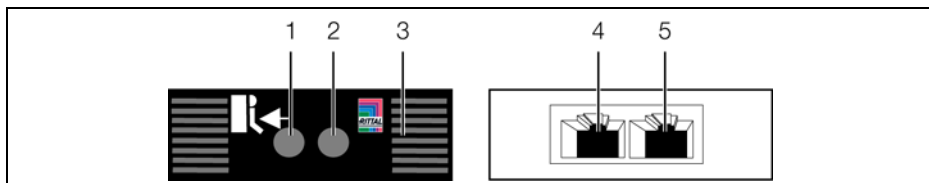

Рис. 3: Элементы индикации, штекеры и разъемы
Элементы управления и индикации показаны на рис. 3.
Обозначения на рис. 3
- Соедините датчик доступа кабелем CAN-Bus с CMC III PU или соседними элементами в шине CAN-Bus (рис. 3, поз. 4, 5).